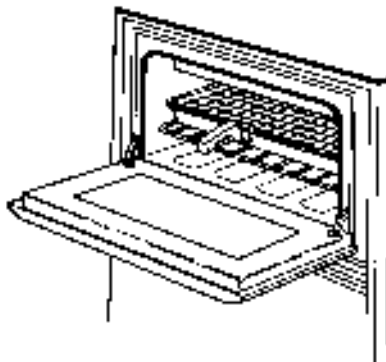

Fig 5
**GRILLING SHOULD NEVER BE UNDERTAKEN WITH THE GRILL/ TOP OVEN DOOR CLOSED. (See Fig.5).**